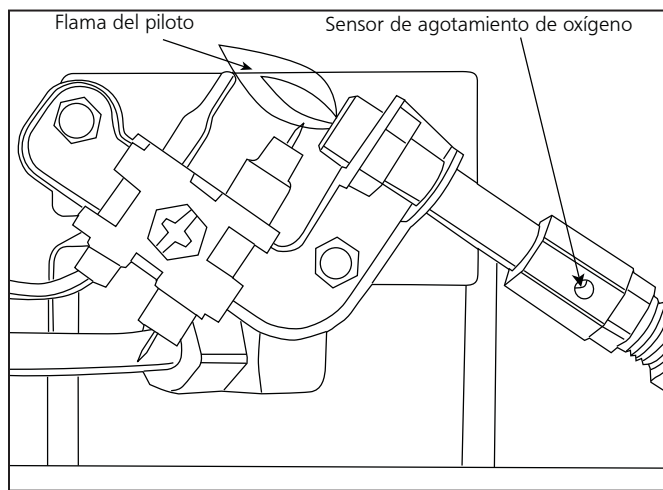

Figura 3
termocupla. La llama rodeará la termocupla justo debajo de la punta, ver Figura 3. Una llama levemente amarilla puede ocurrir cuando la llama del piloto y la llama del quemador principal se encuentran. El o los quemadores deberían ser anaranjados brillantes (con un leve color azul alrededor del borde y una bruma roja-anaranjada visible en el azulejo de cerámica es aceptable) y sin una llama muy notable. Una llama azul que sobresale de la parte superior del azulejo de cerámica indica la acumulación de polvo, pelusas o telarañas dentro del ensamblaje de la carcasa y del quemador principal. Si el piloto es amarillo o el quemador tiene una llama notable, es posible que sea necesaria una limpieza. Utilice los siguientes procedimientos para inspeccionar el ensamblaje de la carcasa y del quemador principal. Es necesario revisar periódicamente el orificio del o los quemadores y el tubo venturi del quemador para asegurarse de que están libres de insectos, nidos o telarañas que pueden acumularse con el tiempo. Un tubo obstruido puede generar un incendio.
- 4 Retire los cuatro (4) tornillos que fijan la cubierta posterior del calentador. Levante levemente para retirar los (2) ganchos plásticos en la parte superior de la cubierta posterior.
- 6 Retire los tres (3) tornillos que fijan la parte inferior de la campana extractora para dejar expuestas las aberturas de aire de los quemadores.
- 9 Inspeccione y limpie el piloto (montado en el soporte) con una aspiradora o con aire a presión a través de los orificios en el piloto, los cuales se indican con flechas en la Figura 3.